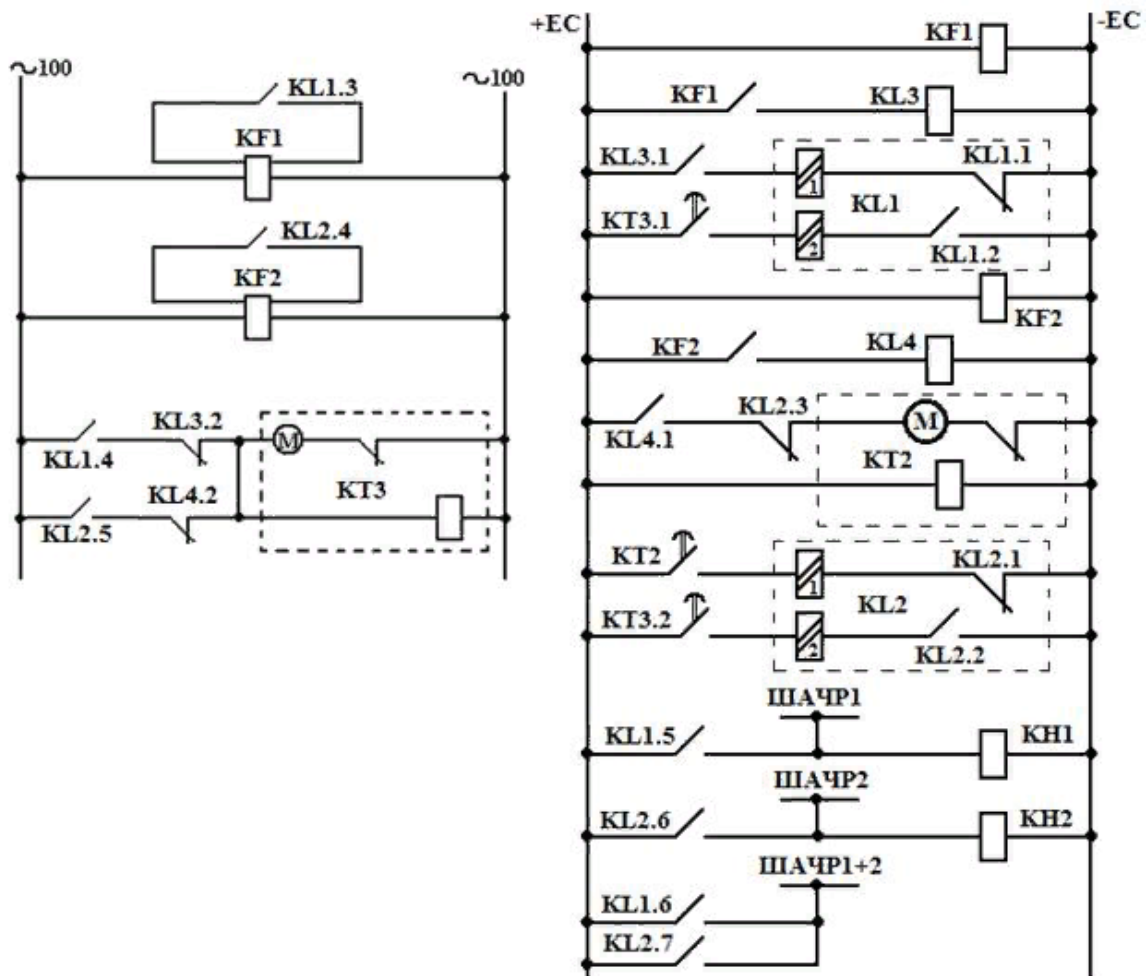

Рисунок 3.2 – Схема АЧР с ЧАПВ в КРУ 6 – 10 кВ
1. Работа схемы АЧР с ЧАПВ в КРУ 6 – 10 кВ на релейно- контактных элементах (рис. 3.2.)